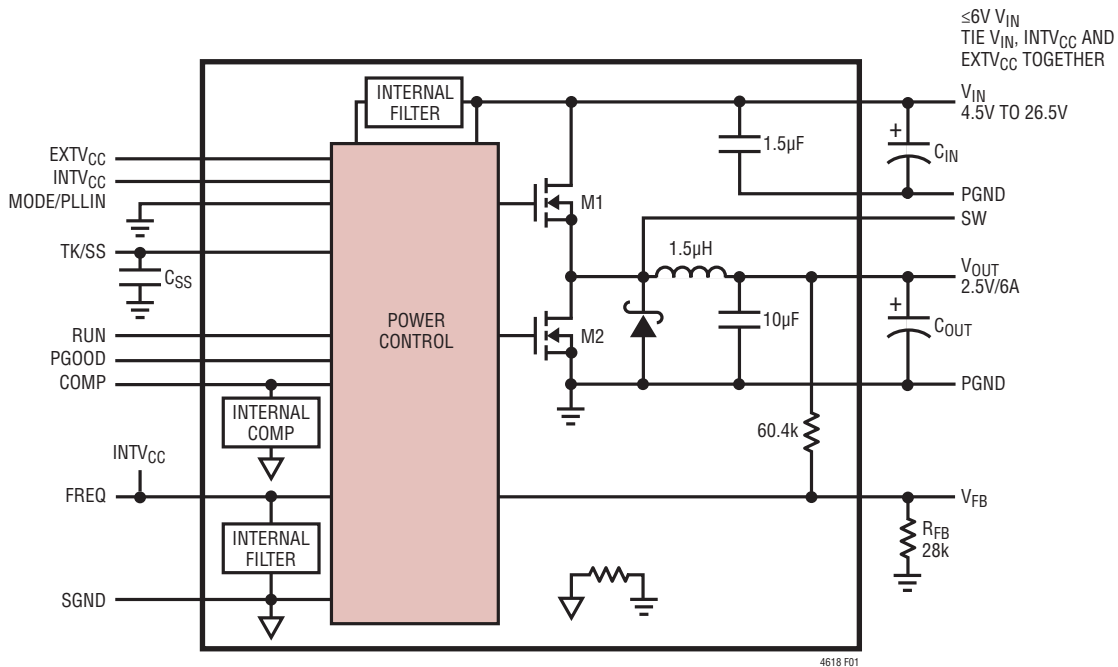

図1. LTM4618の簡略ブロック図
**デカップリングの要件**  $T_A = 25^\circ\text{C}$ 。図1の構成設定を使用。